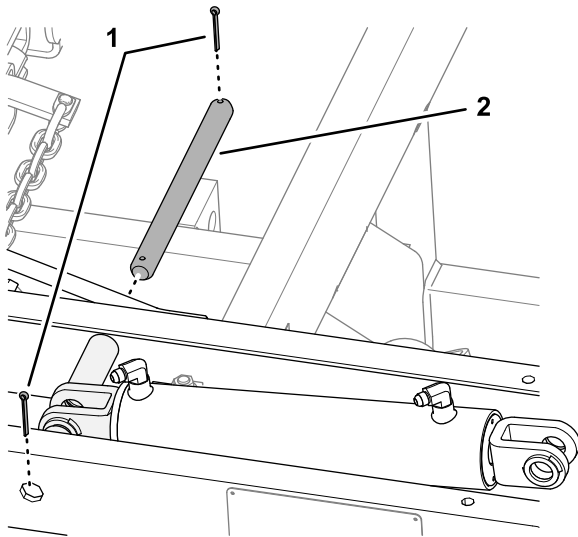

Figura 10
2. Introduzca el eje de 25 mm x 305 mm (1" x 12") por los tubos espaciadores y las pestañas del cuerpo del cilindro (Figura 10).
3. Sujete el eje a los travesaños (Figura 10) con 2 chavetas (3/16" x 1 3/4").